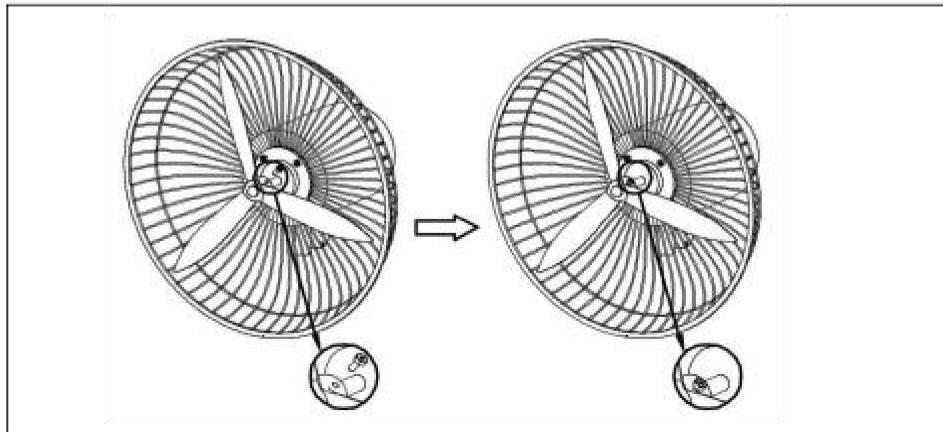

Fig.6.
2). Installez la pale du ventilateur (14) sur l'arbre du moteur, puis verrouillez la vis de la pale (16). Voir la (Fig.6.)